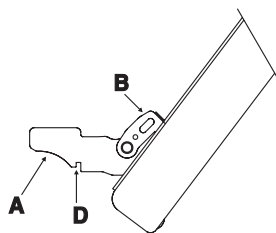

FIGURE 6
- Ouvrez complètement la porte et soulevez les 2 leviers "B" (fig. 6) ;